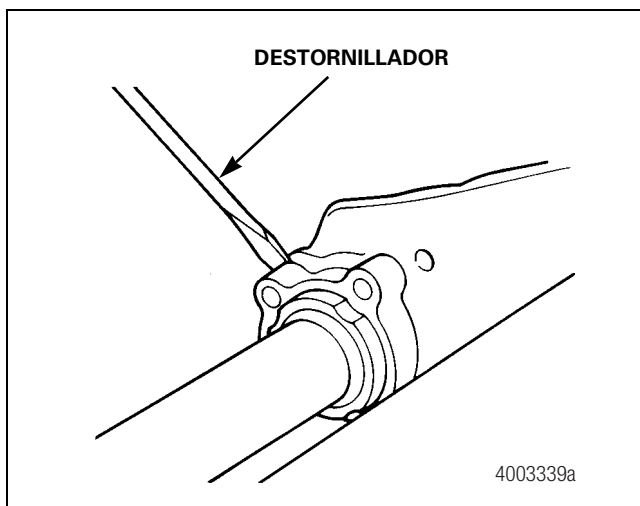

Figura 12.39
3. Apalanque el buje para sacarlo del agujero de retención de la araña. Figura 12.39.